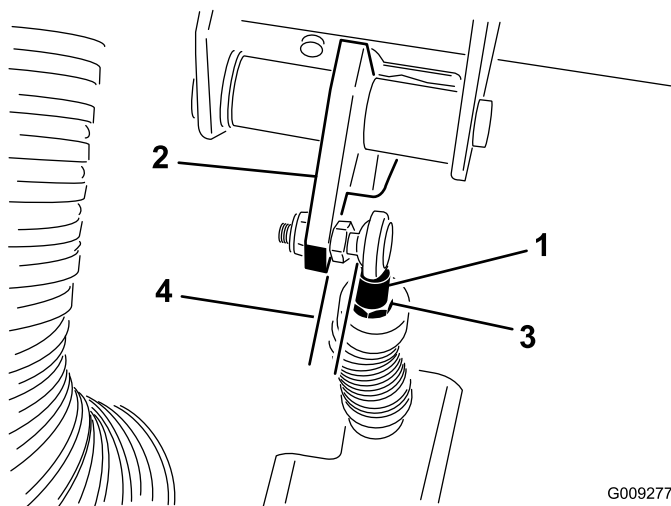

Figura 63
**Important:** Asigurați-vă că capătul tijei este poziționat corect pe bilă, nu este răsucit și rămâne paralel cu pedala de ambreiaj după ce a fost strânsă contrapiulia (Figura 63).